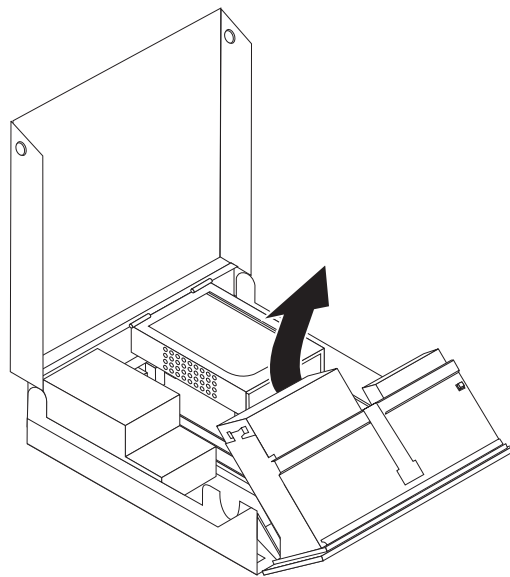

图 27. 操作软盘驱动器
2. 向上旋转驱动器托架组合件以便操作软盘驱动器。请参阅图 27。